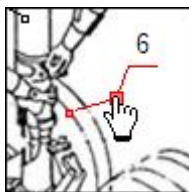

Рис. 3.129
- Нажмите левой кнопкой мыши на линию в месте предполагаемого перегиба. На линии появится значок, индицирующий место перегиба (Рис. 3.129).